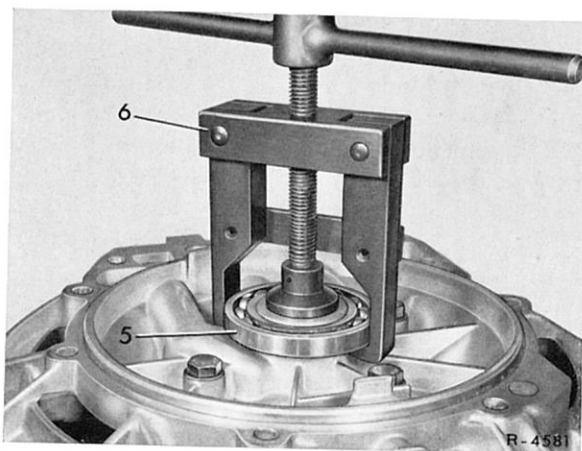

Bild 27-4/1
1 Kugellager (5) mit Abziehvorrückung (6) vom vorderen Getriebedeckel (7) abziehen (Bild 27-4/1).